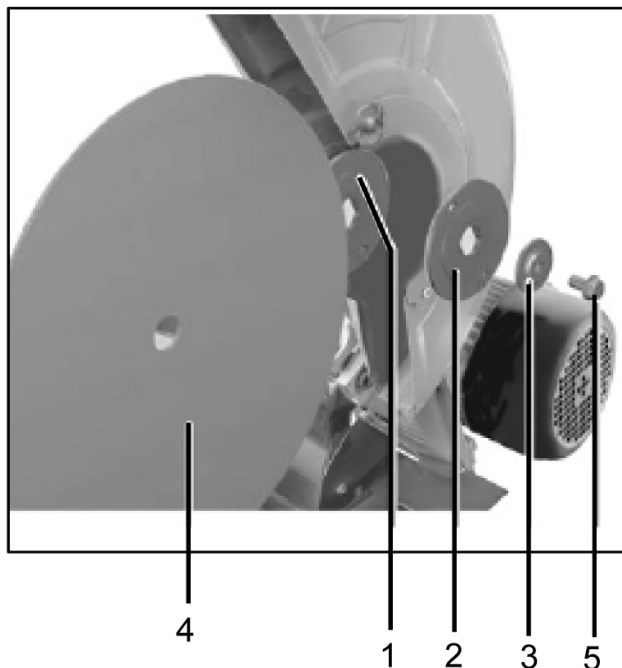

Рис. 4
3. Открутите болт крепления диска 5, снимите прижимную шайбу 3, внешний фланец 2 и диск 4 (Рис. 4).